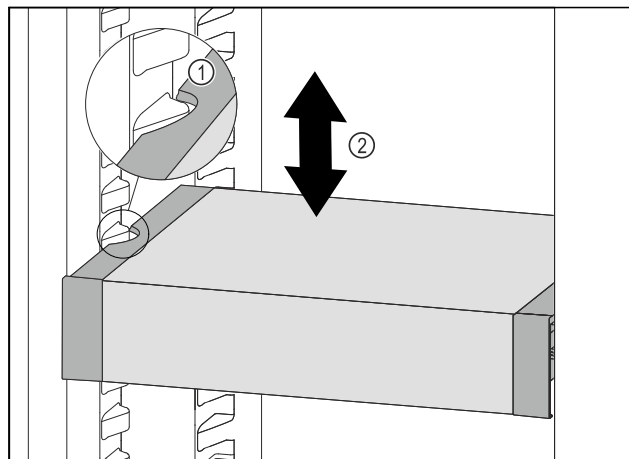

Fig. 88
- ▶ 向前移动 VarioSafe，直到 VarioSafe 两侧的凹槽与冷藏区中的容器肋梁持平。 Fig. 88 (1)
- ▶ 在冷藏区中向上或向下移动 VarioSafe，直至所需高度。 Fig. 88 (2)